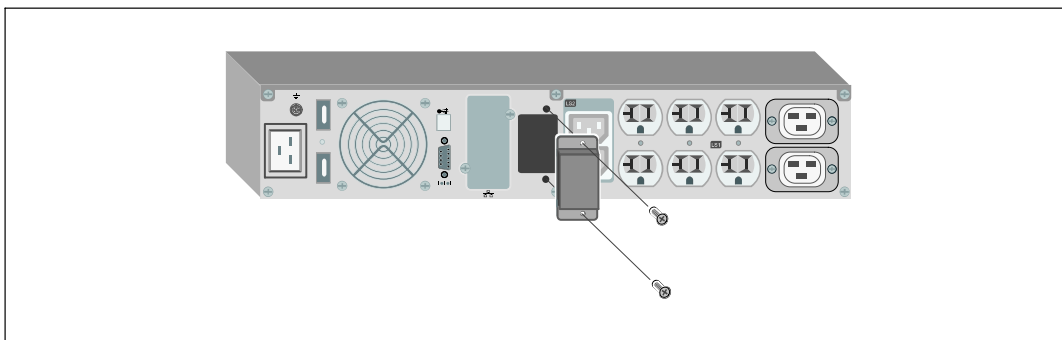

Рис. 26. Удаление крышки разъема батарей
- 1 Снимите крышку разъема батарей с задней панели, как показано на Рис. 26. Отложите крышку и винты в сторону.